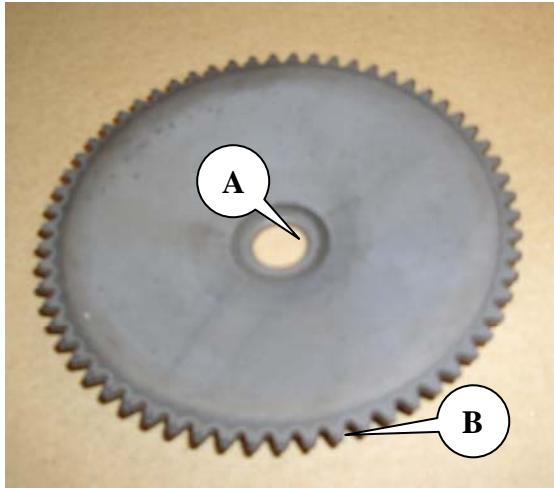

Abb.1
4. Nehmen Sie den vorderen Teil der Baugruppe und prüfen Sie die Mitnehmerverzahnung der Bohrung **A** und die Anlasserverzahnung **B**(Abb.1).Prüfen Sie die Lauffläche.